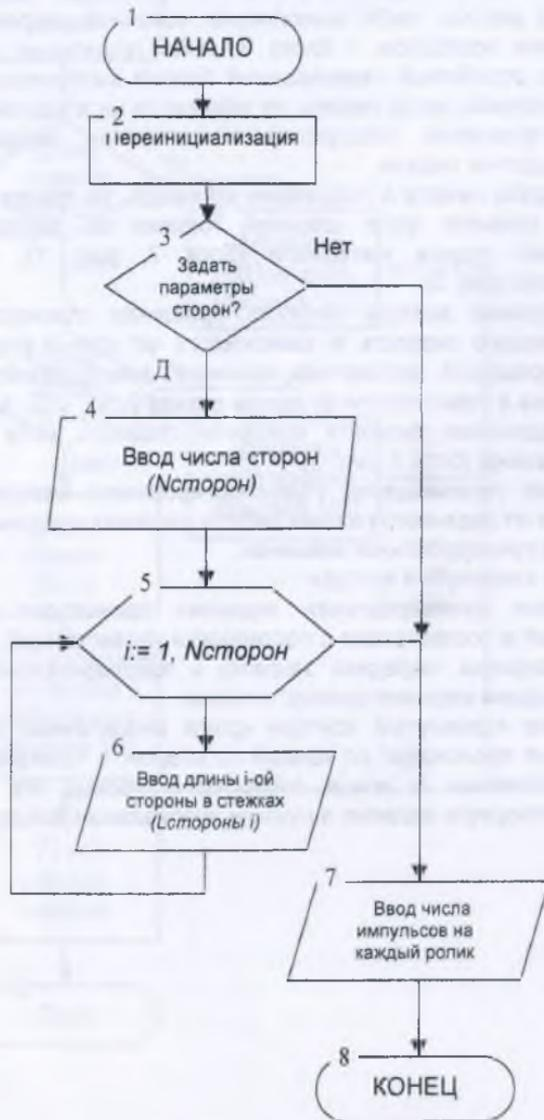

Рисунок 2
- 2) Ввод необходимых дополнительных параметров для заданного режима работы с пульта управления (рис. 2);
Для выполнения операции стачивания деталей верха обуви необходимо задать основные параметры (блок 3, рис. 1): режим работы, длина стежка, количество закрепок. Для работы швейной машины в режиме «замкнутый контур» предусматривается задание дополнительных параметров стачивания (блоки 4, рис. 1). Задание дополнительных параметров реализуется в подпрограмме задания дополнительных параметров (блок 5, рис. 1) отображенной на рис. 2.
В данной подпрограмме реализована возможность задания параметров длины стороны, определяемой количеством стежков, количество сторон для режима работы «замкнутый контур», а также возможность регулирования посадки материала путём ввода количества импульсов на верхний прижимной ролик и нижнее транспортирующее колесо (блок 7, рис. 2).